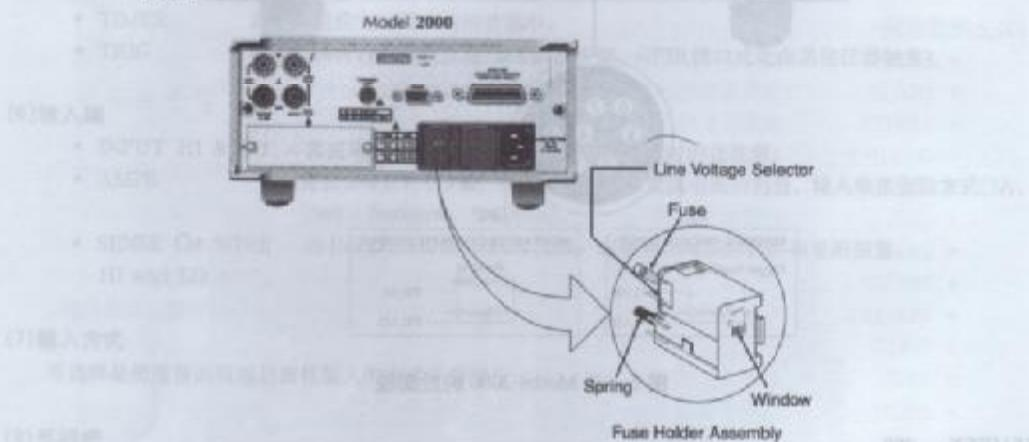

图2—3 电源输入部分
(1) 以平口螺丝起子前端略微伸入保险丝置放座(参考图2—3), 向左轻压, 此保险丝置放座即可自电源输入组件部分弹出。
(2) 取出并置换如下表2—1所列的保险丝。